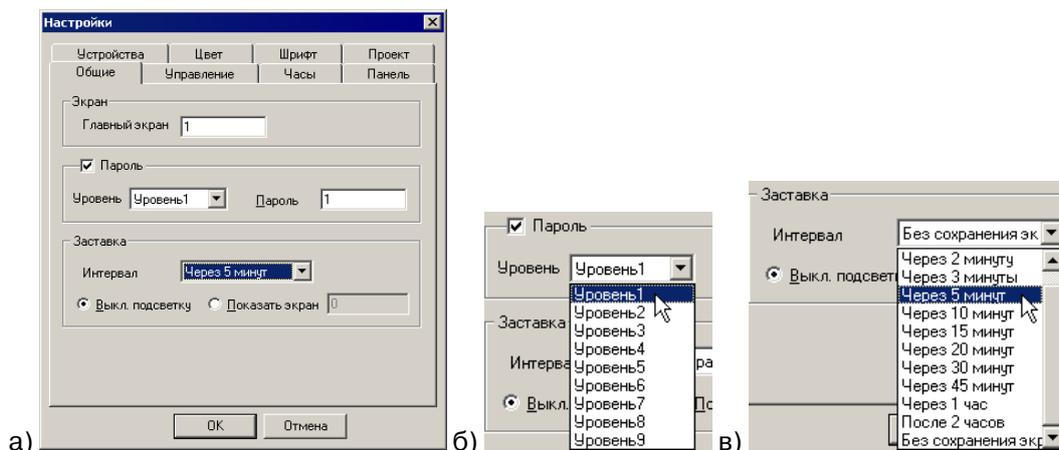

Рисунок 8. Окно «Настройки». Вкладка «Общие»
1. В группе полей «Экран», в поле «Главный экран» – вводится номер начального экрана проекта (идентификатор того экрана, с которого будет начинаться выполнение проекта), см. рис. 8, а.
2. При необходимости в проекте может быть ограничен доступ пользователей к функционалу проекта. При этом доступ распределяется по девяти уровням, каждый из которых обеспечивается собственным паролем. Для реализации ограничения доступа следует установить флажок в поле переключателя «Пароль». При этом активируется группа полей «Пароль». В поле «Уровень» из раскрывающегося списка выбирается требуемый уровень доступа к проекту (1-9), см. рис. 8, б, а в поле «Пароль» вводится числовой пароль, который может быть индивидуальным для каждого уровня доступа. При редактировании проекта каждому элементу может быть назначено ограничение доступа одного из девяти возможных уровней. В этом случае работа с этим элементом возможна только при введении соответствующего пароля.
3. В группе полей «Заставка», в поле «Интервал» выбором из раскрывающегося списка задается значение (возможный диапазон от двух минут до отказа от отключения, см. рис. 8, в) интервала времени, по истечении которого экран панели оператора отключается. Выбором позиции переключателя задается один из двух возможных режимов отключения: либо выключение подсветки экрана («Выключить подсветку»), либо переход к отображению определенного экрана конфи-